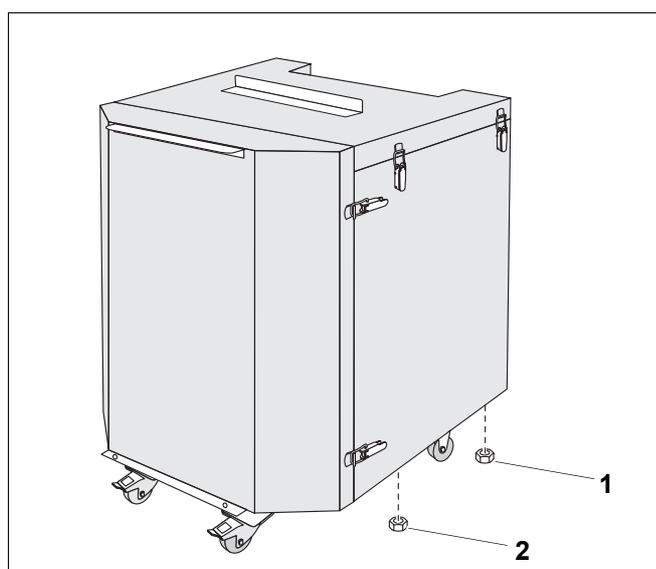

Рис. 11 Крепление боковых стенок
- Наверните гайки на шпильки передних стенок (рис. 11, [1] и [2]).